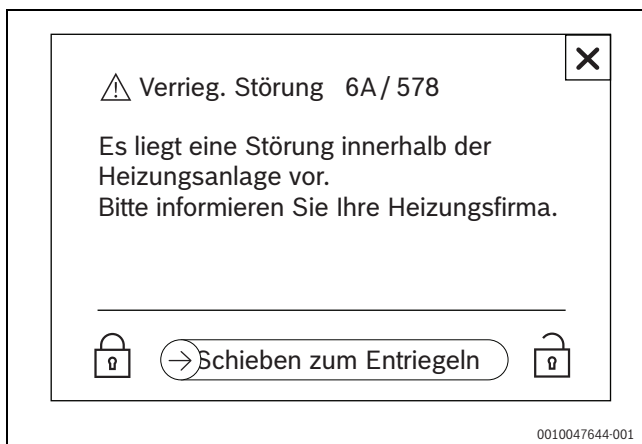

Bild 69 Verriegelnde Störung (Beispiel)
- Entriegelung erfolgt über  → **Schieben zum Entriegeln**  (→ Bild 69).